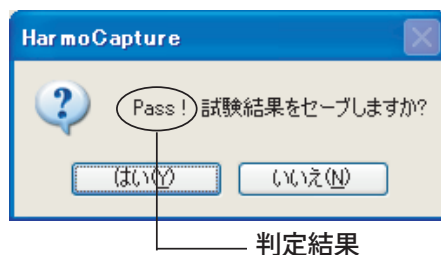

図 3-9 Pass 結果の表示例
- 1 試験が終了すると、図 3-9 に示す「テスト結果をセーブしますか？」のメッセージが表示されますので、「はい」ボタンをクリックします。